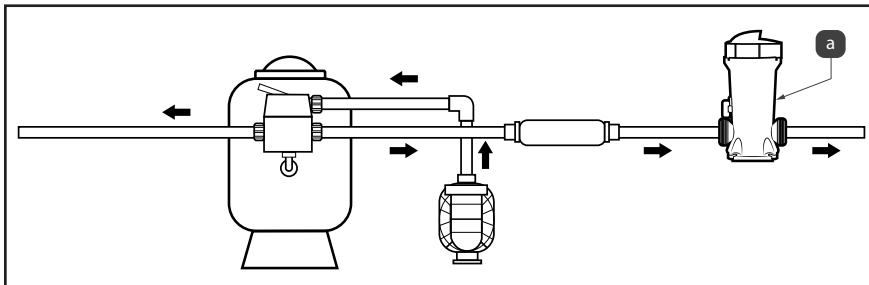

Figura 3. Configuración de la instalación en línea
1. Instale la unidad de dosificación después del sistema de calentamiento. Si no hay ningún sistema de calentamiento instalado después del filtro, consulte la Figura 3(a).